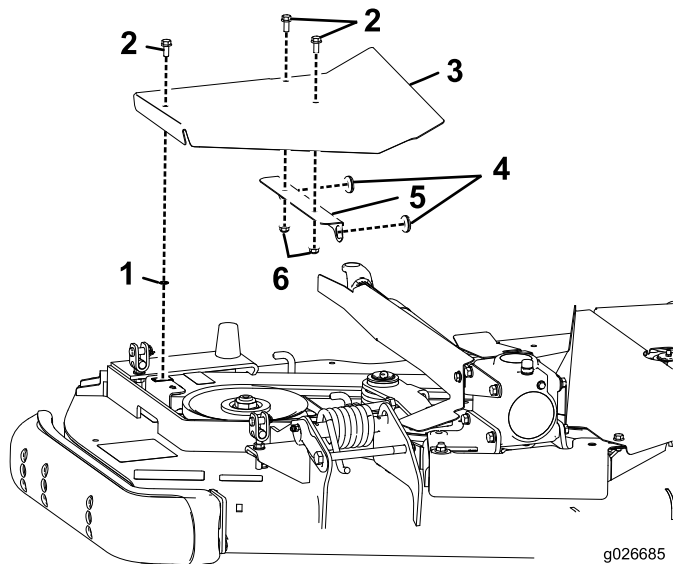

Bild 11
1. Legen Sie eine Scheibe in jedes der zwei Löcher in der Abdeckungsstütze (Bild 11).
2. Befestigen Sie die Abdeckungsstütze mit zwei Sechskantbundschrauben und Bundmuttern an der rechten Mähwerkabdeckung (Bild 11).
3. Befestigen Sie die Sechskantbundschaube und die Steckmutter an der Abdeckung (Bild 11).
5. Befestigen Sie die Abdeckung mit der vorher angebrachten Sechskantbundschaube an der vorhandenen Befestigungsmutter im Mähwerk (Bild 11).